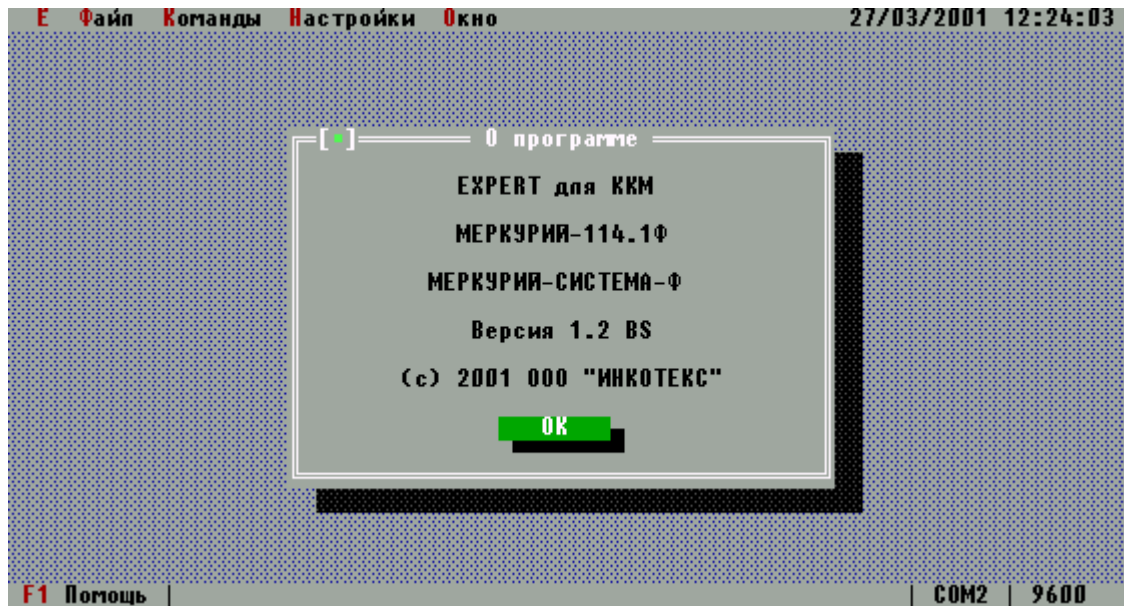

Рис. 2
5.5.2. Для идентификации версии тестовой программы выполните команду из меню Ë | О программе... Результат выполнения команды показан на рис. 2.